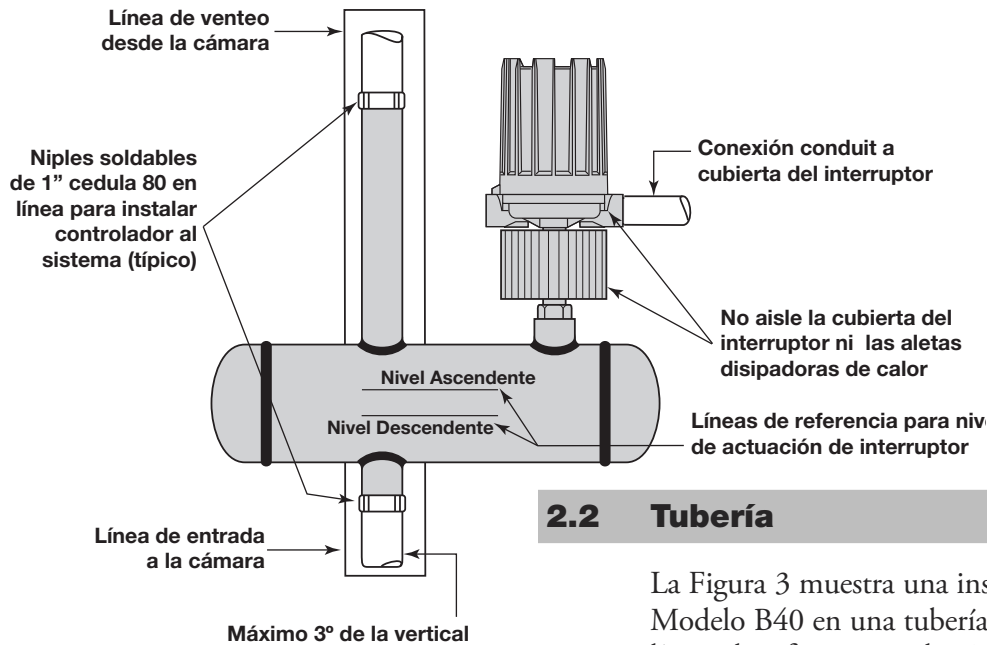

Figura 3
La Figura 3 muestra una instalación de tubería típica de un Modelo B40 en una tubería a un tanque presurizado. Las líneas de referencia en la cámara del flotador deben alinearse para corresponder con el nivel de líquido en el tanque donde se desea el control de interruptor (vea el dibujo dimensional si se incluye). Use tubería que soporte la unidad. Si es necesario, coloque una base o colgante que soporte su peso. Toda tubería debe estar derecha y libre de golpes o daños de modo que la línea de líquido inferior drene hacia el tanque y la línea de vapor superior drenará hacia el controlador. La tubería debe estar aislada, como se muestra, para minimizar pérdida de temperatura del líquido y control de calor en el área de la cubierta del interruptor. No aisle la cubierta del interruptor ni las aletas de disipadoras de calor si las tiene.
6. Si el ensamble del imán se mueve libremente pero el mecanismo no actúa, revise la instalación del controlador para asegurar que está en los 3° de la vertical especificados (Use un nivel en la cubierta en dos lugares, separados 90°). Vea Figura 3 en la página 5.